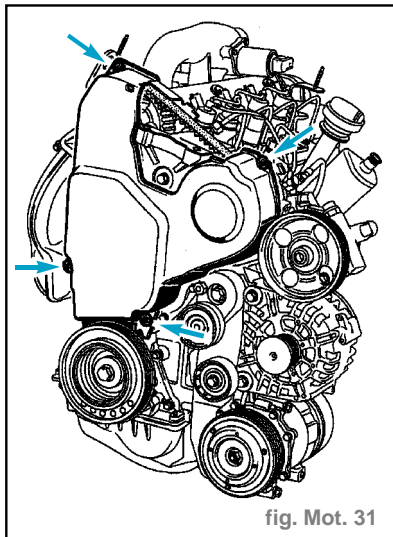

fig. Mot. 31
- le carter de distribution. (fig. Mot. 31)